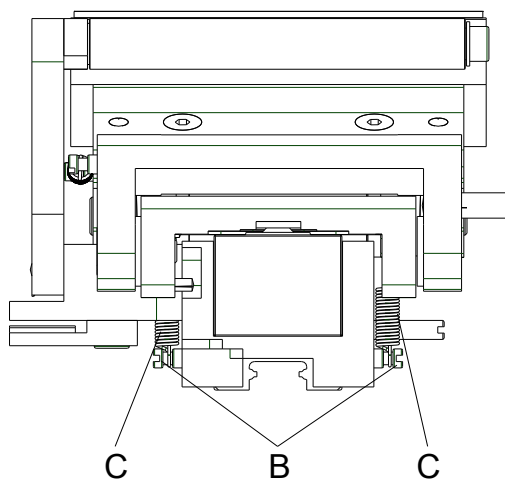

Figure 21
2. Utiliser une pincette et pousser les deux ressorts de tension (C, Figure 21) des axes de ressort (B, Figure 21).